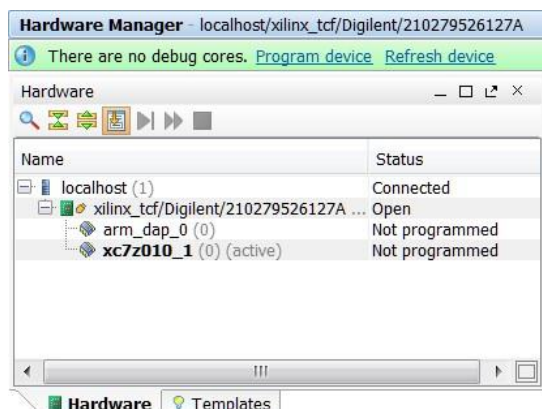

图 4-3-19 打开硬件会话
(10) 单击两次 Next，然后单击 Finish。未连接硬件会话状态更改为服务器名称并且器件被高亮显示，如图 4-3-19 所示。还要注意，该状态表明它还没有被编程；